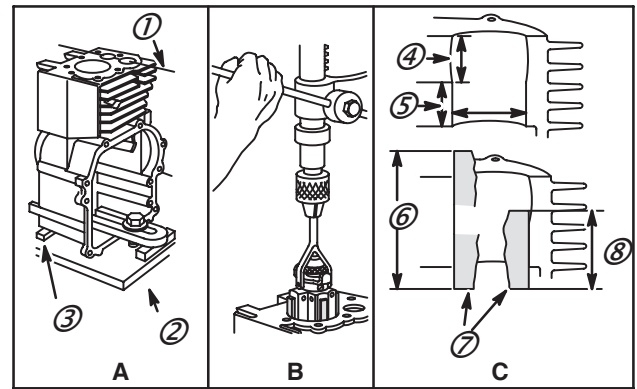

Fig. 2
2. Fixer le cylindre sur une plaque d'acier épaisse ou une plaque spéciale d'alésage (2), Fig. 2, Illustration A. Certains cylindres nécessitent un calage (3).
3. Utiliser un niveau pour aligner le mandrin et l'alésage (1).
6. Glisser les pierres dans l'alésage, Fig. 2, Illus. B.
7. Fixer l'entraîneur au porte-pierres et régler la butée de fin de course de façon à ce que l'outil ne dépasse pas de plus de 19 à 25 mm l'alésage en haut et en bas du cylindre, Fig. 2, Illustration C. Pour une perceuse à main, glisser une cale de bois dans le cylindre pour limiter la course.
4. Démarrer la perceuse, et pendant que les pierres tournent, déplacer de bas en haut, à partir du bas du fût du cylindre. Fig. 2, Illustration C.